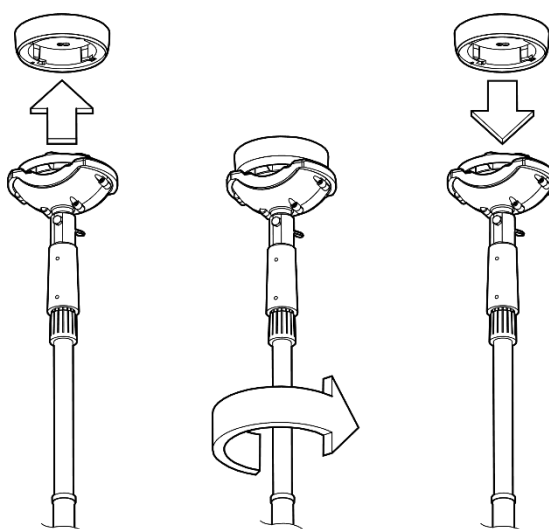

Рисунок 5.2
5.4.2. Установить извещатель в базу и повернуть по часовой стрелке с небольшим нажатием, до тех пор, пока извещатель не встанет на место. Отсоединить от извещателя устройства, потянув его на себя с небольшим усилием (см. Рисунок 5.2).